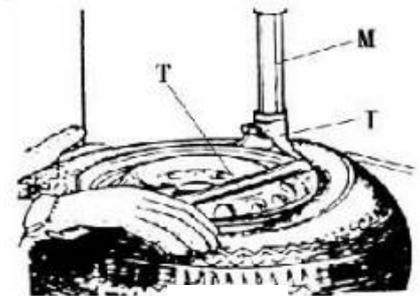

Fig 6
Abaixe o Braço Vertical (M) até a cabeça de Montagem/Desmontagem (I) repousar próxima da borda do aro, clique o botão de bloqueio pneumático (K) para bloquear o braço Vertical (M) e o braço Horizontal na posição e controle a distância da cabeça de Montagem/Desmontagem na borda do aro em aproximadamente 2-3 mm. Insira a Alavanca de Levantamento (T) entre o talão do pneu e a seção frontal da cabeça de Montagem/Desmontagem (I), e mova o pneu acima da cabeça de Montagem/Desmontagem como mostrado na **Fig 6**.